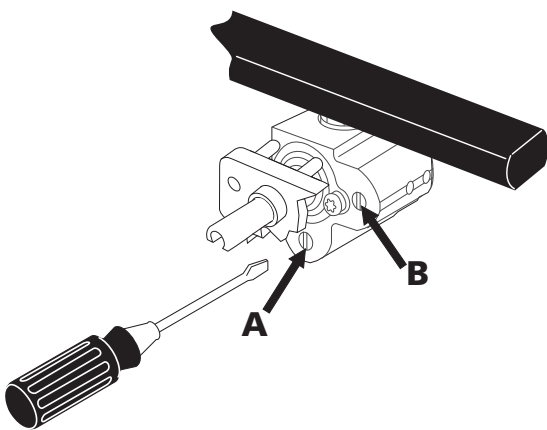

Figura 16
5. Ajuste bajo "LOW" para la válvula de quemador de superficie puente (Figura 16) (algunos modelos)
- El tamaño de la flama de la porción posterior del quemador puente puede aumentarse o disminuirse dándole vuelta al tornillo **A** (vea Figura 16). Utilice el tornillo **B** para ajustar el tamaño de la flama de la porción central del quemador puente. Dé vuelta en sentido opuesto de las manecillas del reloj para aumentar el tamaño de la flama. Dé vuelta en sentido a las manecillas del reloj para disminuir la flama. Ajuste la flama hasta que usted puede dar vuelta rápidamente a la perilla de la posición LITE a la POSICIÓN MÁS BAJA sin extinguir la flama. La flama debe ser tan pequeña como sea posible sin apagarse.